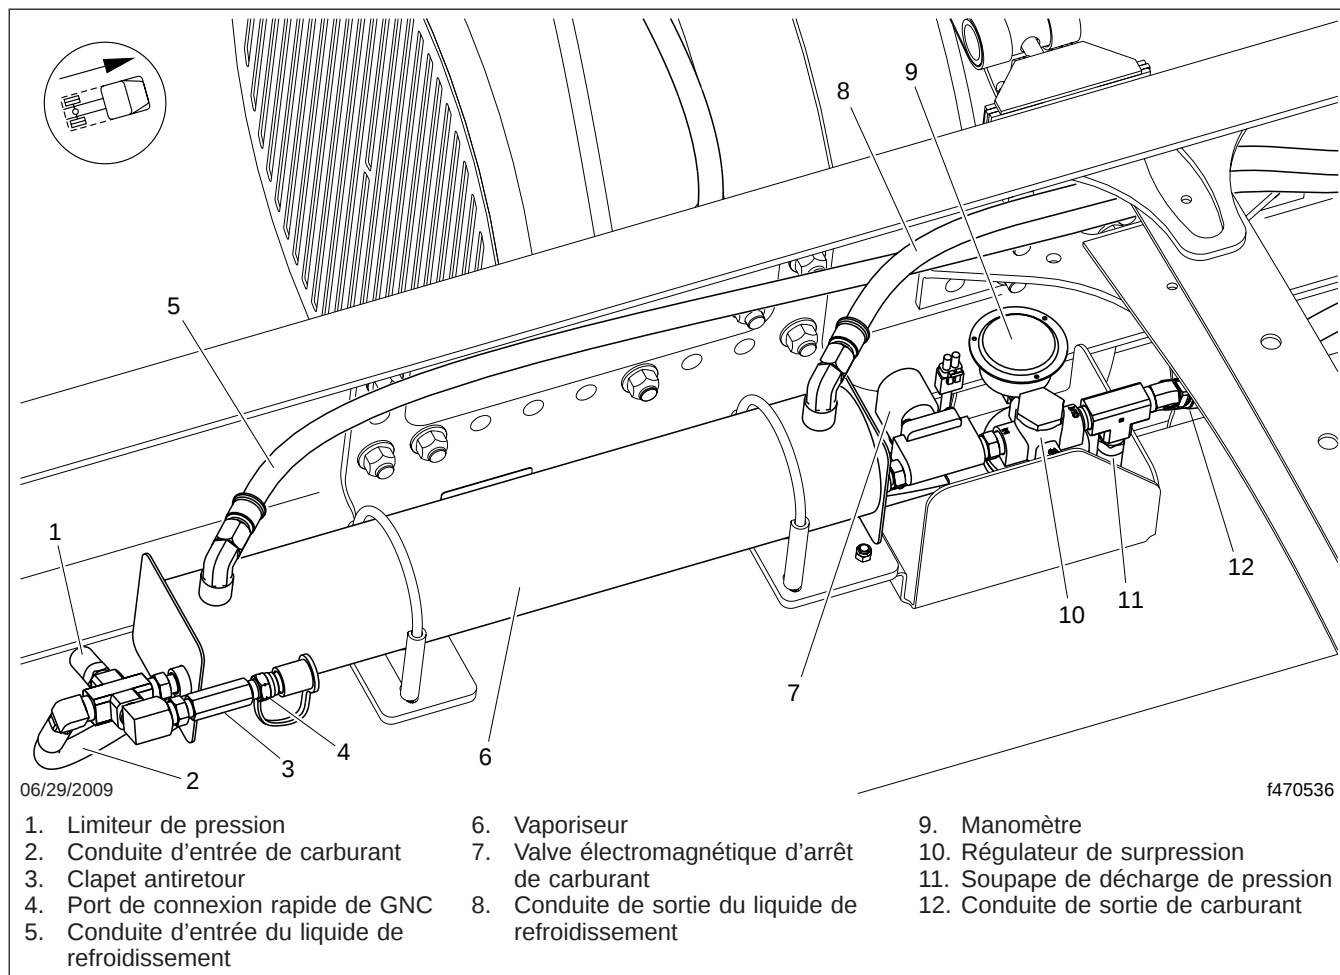

Fig. 21.11, Ensemble du vaporisateur de GNL
8. Inspectez le vaporiseur de GNL pour des signes de fuites ou de dommages. Voir la figure 21.11. Inspectez les supports de fixation du vaporiseur pour s'assurer qu'ils ne sont pas lâches.